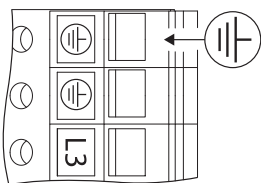

Fig. 27: Дополнительное заземление
- Вследствие повышенного тока утечки электродвигателей мощностью от 11 кВт следует дополнительно подключать усиленное заземление согласно стандарту EN 61800-5-1:2008-04 (см. Fig. 27).